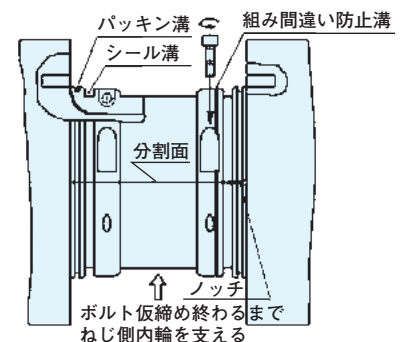

図5 内輪の取付け
- (4) ロールネック中央部にねじ側の内輪を下から当てて、上からボルト座側の内輪を被せ、リーマボルトを仮締めします。（図5参照）